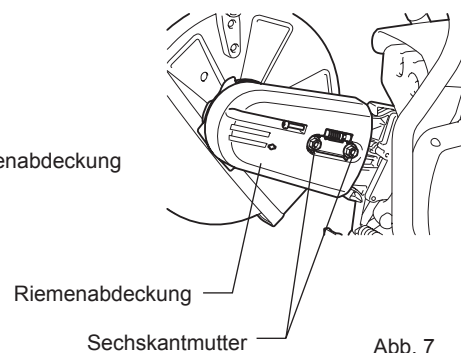

Abb. 7
- Montieren Sie die Riemenabdeckung. (Abb. 7)
- Drehen Sie die Einstellschraube für die Spannung, um die Spannung des Keilriemens einzustellen. Ziehen Sie nach dem Einstellen der Spannung die Befestigungsmutter sicher fest. (Abb. 7)